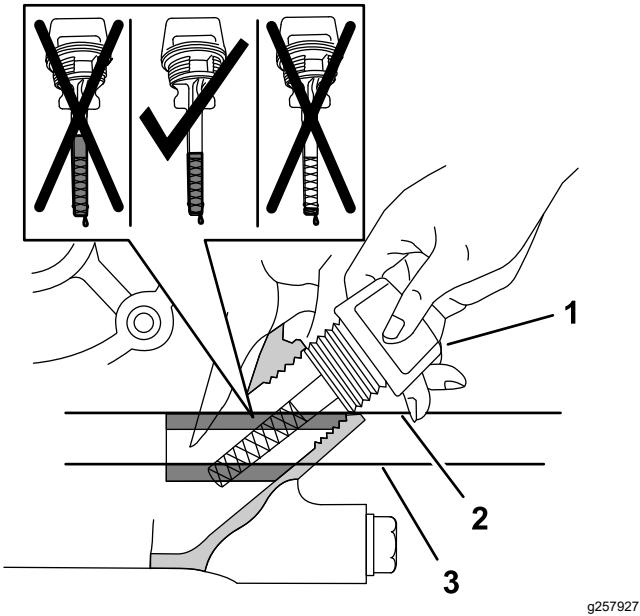

Figure 75
3. Insérez la jauge dans le moteur, comme montré à la Figure 75.
- 4. Sortez la jauge du goulot de remplissage et vérifiez le niveau indiqué (Figure 75).
Remarque: Le niveau d'huile moteur doit recouvrir la zone hachurée sur la jauge (Figure 75).